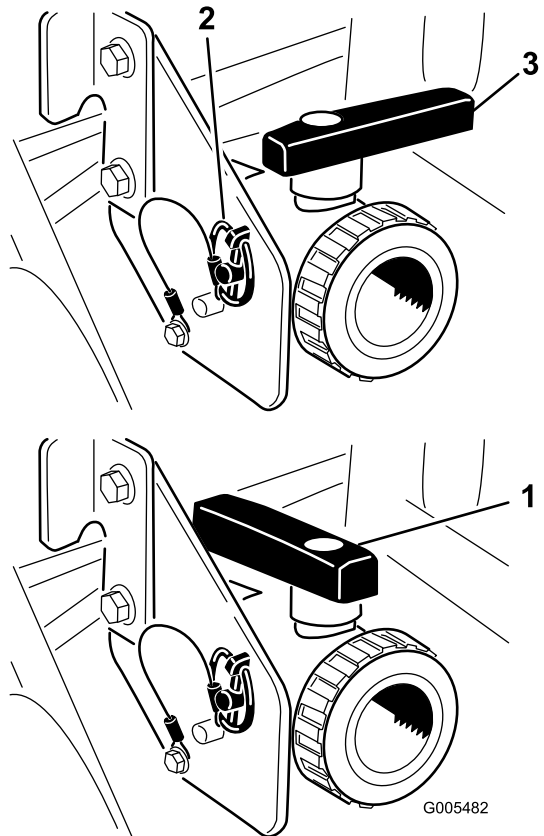

Figure 28
fabricant du produit (Figure 28). Une fois la vidange terminée, enlevez du support la goupille à anneau qui fixe le robinet de vidange à la machine et laissez le robinet reposer sur le sol. Cela permet au liquide encore présent dans la canalisation d'être vidangé.
3. Lorsque la cuve est complètement vide, fixez le robinet au châssis avec la goupille à anneau enlevée précédemment et fermez le robinet de vidange (Figure 28).